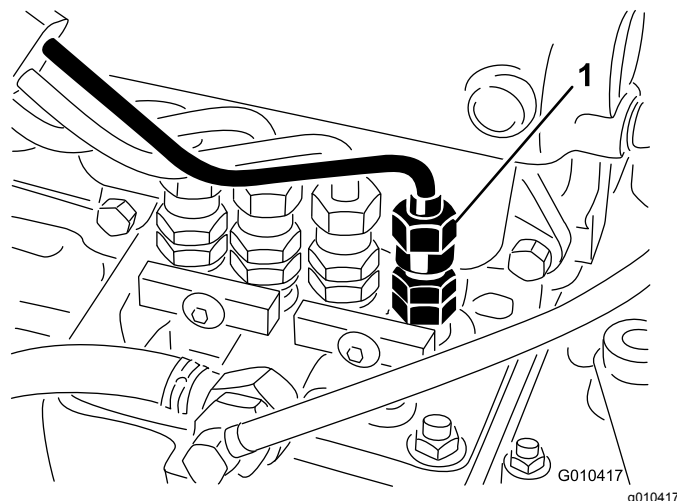

Figure 40
1. Desserrez le raccord entre l'injecteur n° 1 et le porte-injecteurs sur la pompe d'injection (Figure 40).